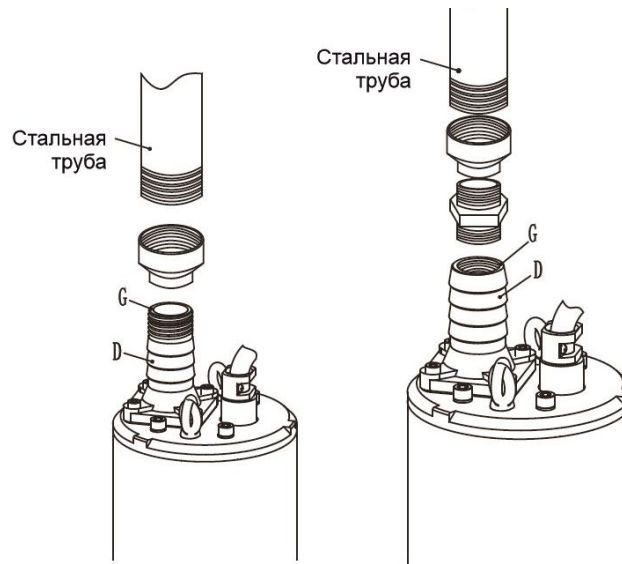

Рис.3 Установка трубы на МОДЕЛЬ1.
2.4.5.3. Установка трубы на МОДЕЛЬ1 (Рис.3):